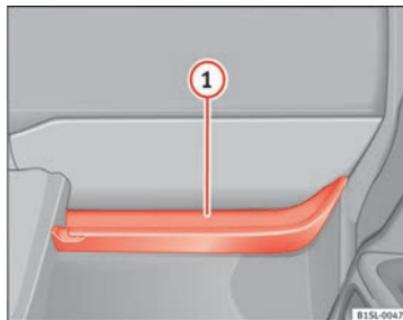

Fig. 76 Portaoggetti aperto sul lato del passeggero
Nel vano portaoggetti aperto si trova un gancio per le borse ⇒ fig. 76 ①.